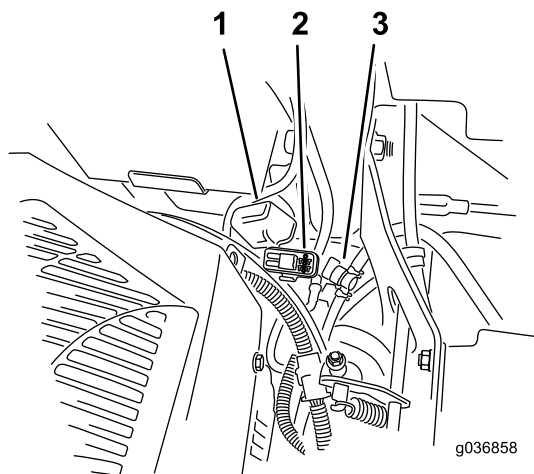

Figura 57
Nota: Per le macchine MyRide, assicuratevi che il cavo di terra non sfregi contro il braccio di trascinamento o l'ammortizzatore inferiore (Figura 57).
I fusibili sono posizionati sulla consolle di destra vicino al sedile (Figura 57).
- Montate un fusibile nuovo (Figura 57).